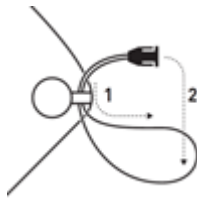

Abbildung 13 - Trageband anbringen
Führen Sie die beiden Schlaufen durch die Öffnungen (1) am Gerät (2) und verbinden Sie das Trageband mit den Schnappverschlüssen an den Schlaufen. Anschließend passen Sie die Länge des Tragebandes an Ihre Bedürfnisse an (Abbildung 13).